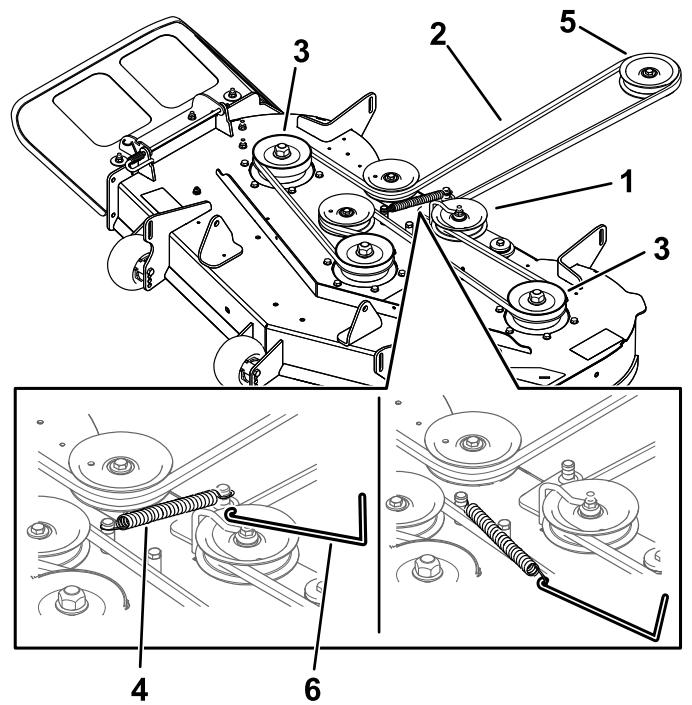

Figura 62
- 7. Utilizând un instrument de îndepărtare arcuri (nr. piesă Toro 92-5771), îndepărtați arcul rolei de ghidare din cârligul punii pentru a detensiona rola de antrenare a rolei de ghidare și îndepărtați cureaua de pe rolele de antrenare (Figura 62).
- 8. Amplasai cureaua nouă în jurul fuliilor motorului i ale mainii de tuns iarba (Figura 62).
- 9. Utilizând un instrument de îndepărtare arcuri (nr. piesă Toro 92-5771), montați arcul rolei de ghidare pe cârligul punii i tensionați fulia rolei de ghidare i cureaua mainii de tuns iarba (Figura 62).